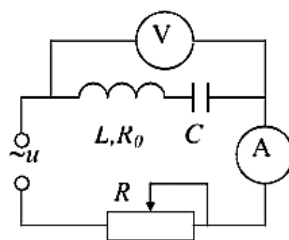

Рисунок 7.2–Электрическая цепь с последовательно соединёнными R, C и L
- 2 Соберите электрическую цепь, состоящую из последовательно соединённых резистора R, ёмкости C и индуктивности L (рисунок 7.2)